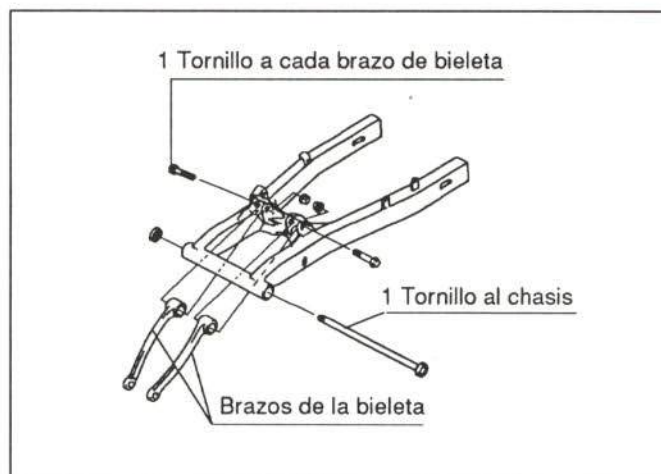

Figura 32.- Unión del basculante
Va unido al chasis de la forma que muestra la figura 32.
- Desmontar basculante (figura 32)